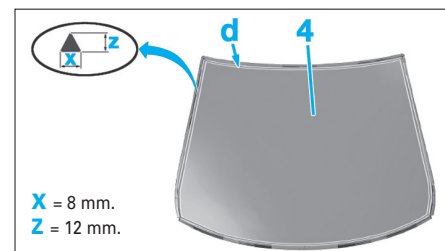

FIG. 21
- Tailler la buse de la cartouche de colle en section triangulaire pour obtenir un cordon d'adhésif joint de largeur X et de hauteur Z (**Fig.21**).